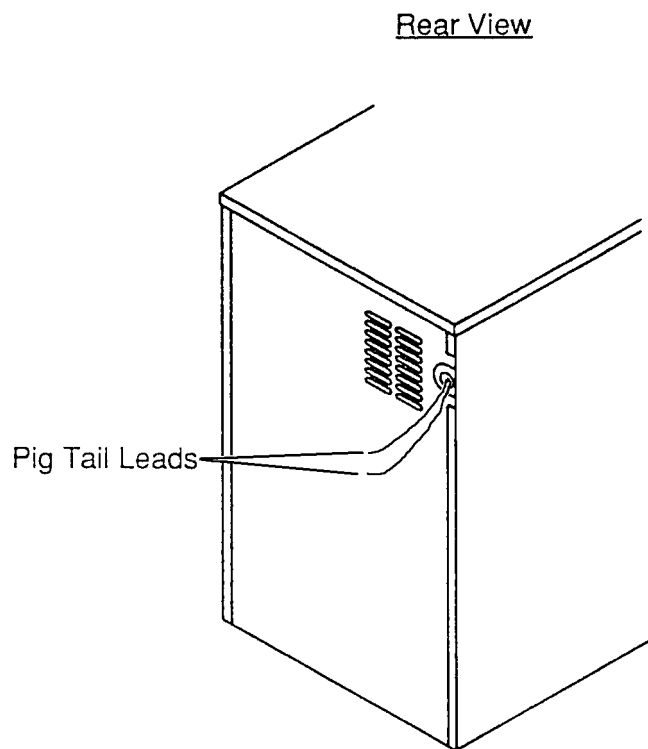

Fig. 6
6. ELECTRICAL CONNECTION - See Fig. 6